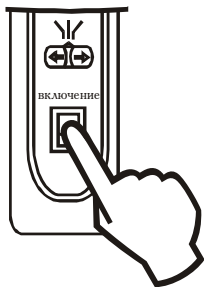

Рис. 16.2.
2.1. Блок управления расположен на котле. (Рис. 16.2.)